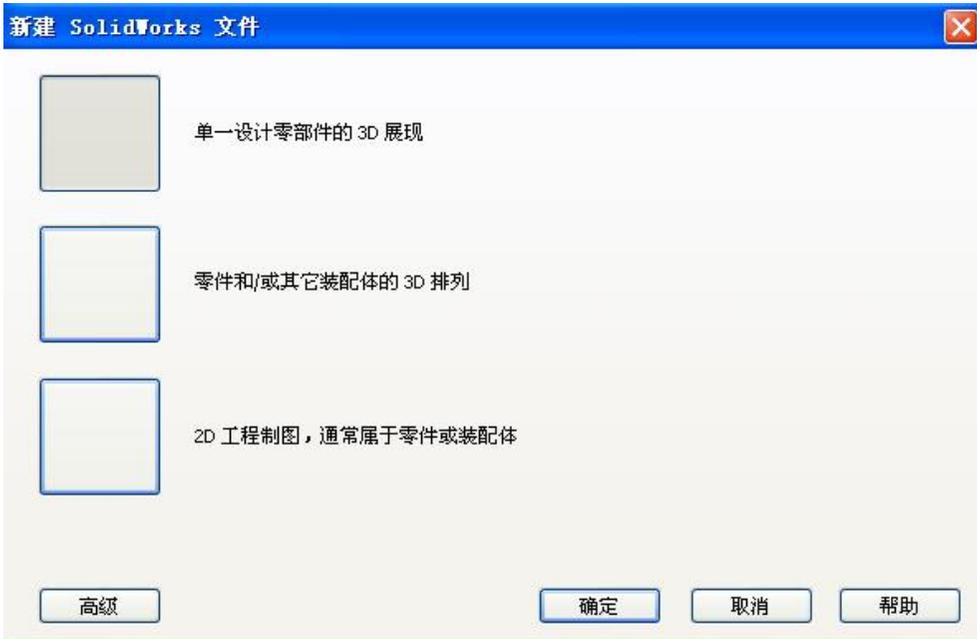
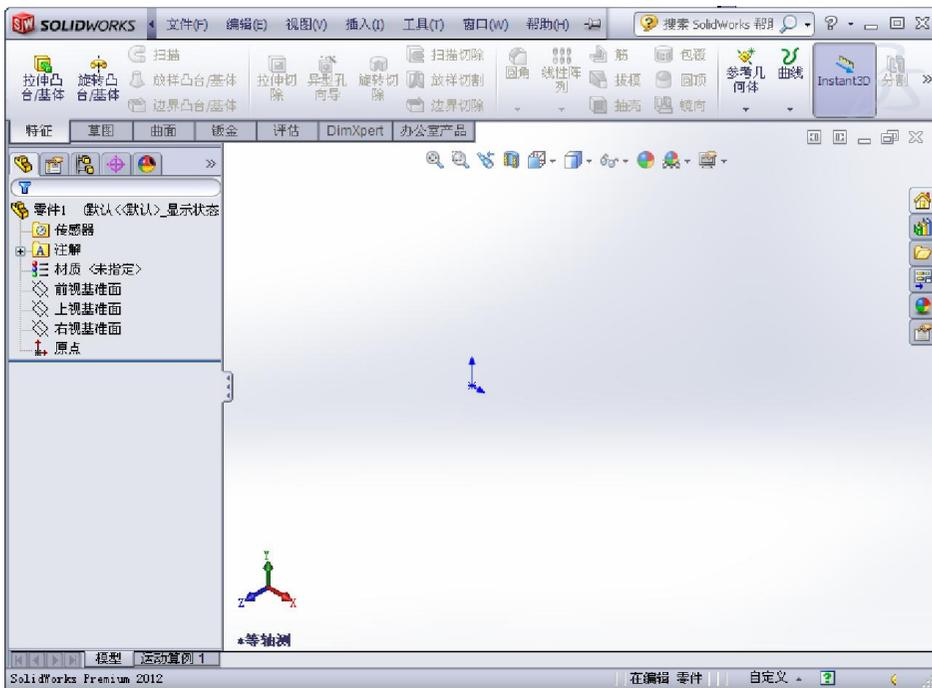

图 1.7 “新建 Solidworks 文件”对话框
图 1.8 编辑零件界面
(1) 启动 Solidworks 软件，系统弹出“新建文件”对话框。这里要求选择文件类型，单击“零件”按钮，如图 1.7 所示。单击“确定”按钮，进入编辑零件界面，如图 1.8 所示。如果在编辑过程中新建一个文件，单击菜单栏中“文件”/“新建”命令，弹出“新建文件”对话框，单击“零件”按钮。单击“确定”按钮，创建 Solidworks 零件文件。